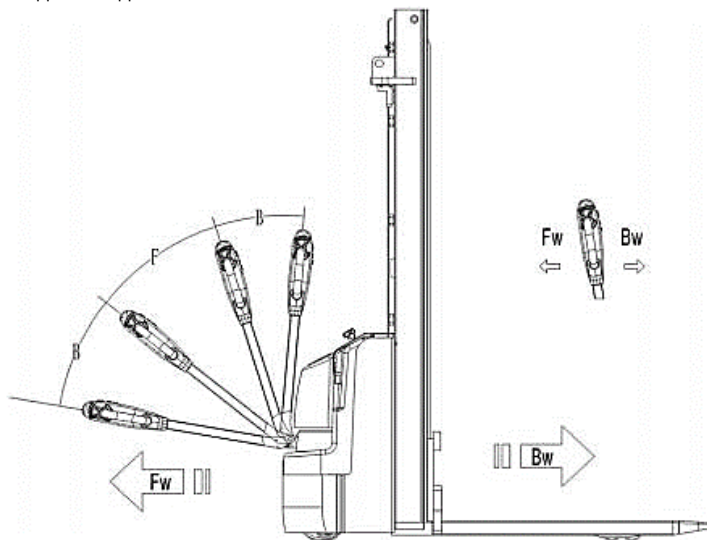

Рис. 2
Після включення штабелера шляхом повороту ключа в замку запалювання положення «ON» переведіть ручку управління в робоче положення (F, Рис.2)
Відхиляйте рукоятку (13) управління у потрібному напрямку «вперед» 'Fw' або «назад» 'Bw' (Рис. 2)